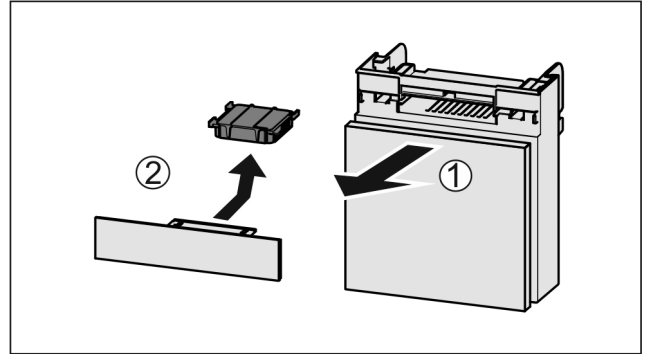

Fig. 172
- ▶ Tõmmake Fig. 172 (1) laegas ettepoole välja.
- ▶ Võtke Fig. 172 (2) aktiivsõefilter välja.